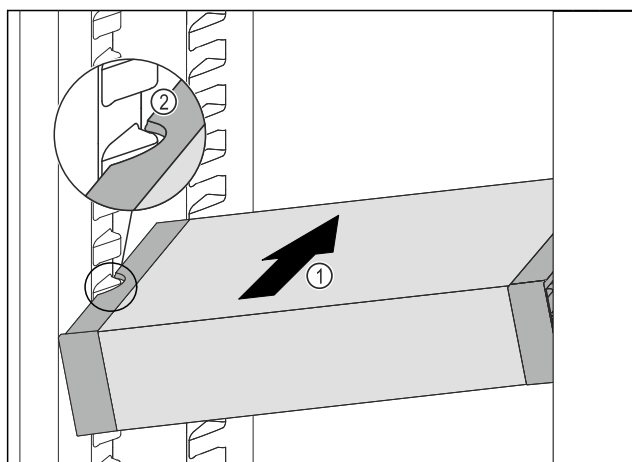

Fig. 98
- ▶ Вдвигайте VarioSafe под наклоном в холодильное отделение Fig. 98 (1), пока боковые выемки Fig. 98 (2) VarioSafe не окажутся на высоте выступа резервуара в холодильном отделении.